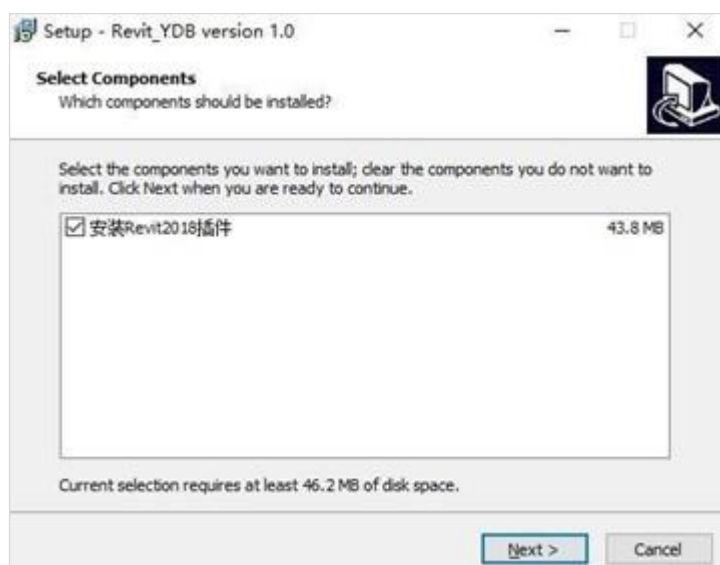

图2.2.0-1 Revit YDB 安装界面
- (1) 安装，双击运行安装文件，如图 2.2.0-1 所示。
- (2) 点击确定完成安装，运行 Revit 2018 的快捷方式，确定 YDB 插件正确加载。